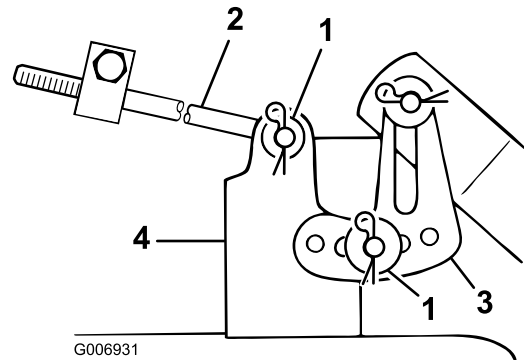

Figure 40
- Enlevez la goupille fendue et la rondelle de l'extrémité de la longue tige (Figure 40) et glissez la tige hors du support du plateau.
- Enlevez la goupille fendue et la rondelle de la patte de mise à niveau du plateau de coupe (Figure 40). Dégagez la patte de l'axe de montage et remettez la rondelle et la goupille fendue en place pour ne pas les perdre.